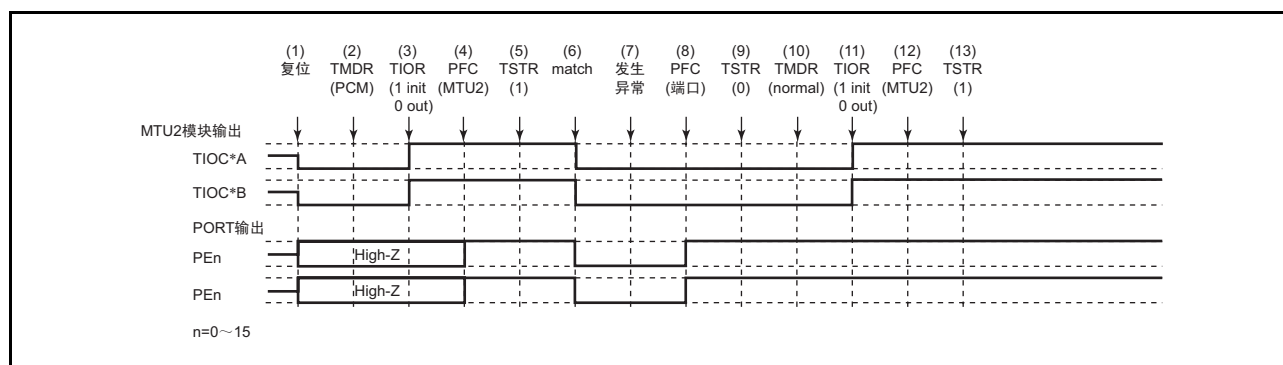

图 10.152 在相位计数模式中发生异常并在正常模式中恢复
在相位计数模式中发生异常，重新设定后在正常模式中重新开始时的说明如图 10.152 所示。
- (1) ~ (9) 与图 10.152 相同。
- (10) 设定 PWM 模式 1。
- (11) 必须通过 TIOR 初始化引脚 (在 PWM 模式 1 中不初始化 TIOC*B)。
- (12) 必须通过 PFC 设定为 MTU2 输出。
- (13) 通过 TSTR 重新开始。
(19) 在相位计数模式的运行中发生异常并在 PWM 模式 2 中重新开始时的运行
- (10) 设定 PWM 模式 2。
- (11) 必须通过 TIOR 初始化引脚 (在 PWM 模式 2 中不初始化周期寄存器的引脚)。
(20) 在相位计数模式的运行中发生异常并在相位计数模式中重新开始时的运行
- (10) 在相位计数模式中重新开始时不需要此步骤。
- (11) 必须通过 TIOR 初始化引脚。
(21) 在互补 PWM 模式的运行中发生异常并在正常模式中重新开始时的运行